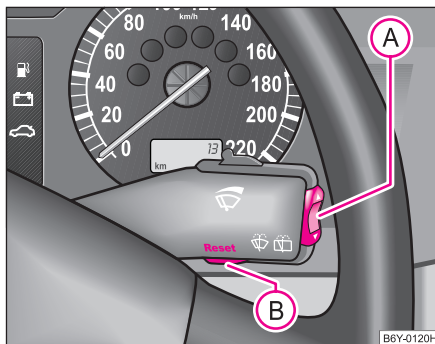

Fig. 11 Display de información: Elementos de mando
- El menú se activa pulsando la tecla basculante (A) ⇒ fig. 11 durante más de 1 segundo.
Tras 10 segundos o después de accionar la tecla basculante  ⇒ página 24, fig. 11 desaparecerán los avisos de perturbación y se registrarán bajo el dato **CAR STATUS (ESTADO DEL VEHÍCULO)**.